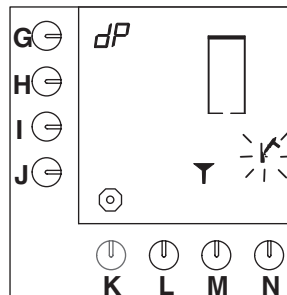

Fig. 23 Heetwatersysteem vraagt om ontkalker
- Een geluidssignaal klinkt, het hamersymbool knippert en een trechter verschijnt in het display (fig. 23).